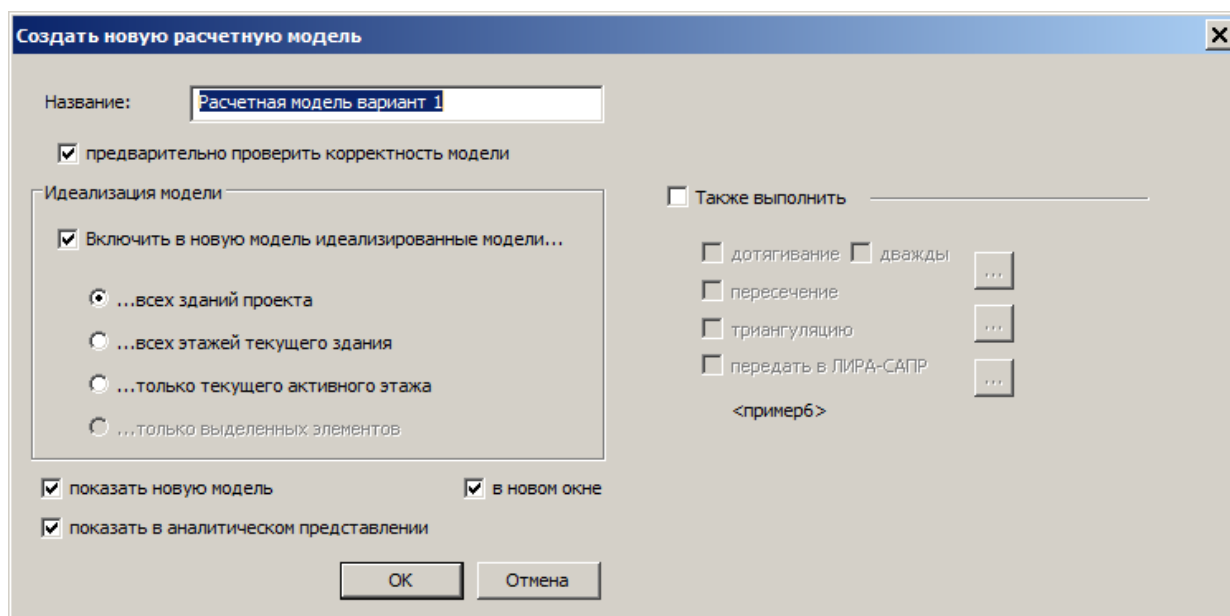

Рис.23.23. Диалоговое окно **Создать новую расчетную модель**
- Вызовите диалоговое окно **Создать новую расчетную модель** (рис.23.23) щелчком по кнопке  - **Расчетная модель** (на вкладке **Аналитика**).